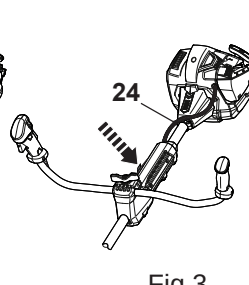

Fig. 3
- > Fixer le câble de commande [24] en appui sur le support de suspension (Fig. 3).